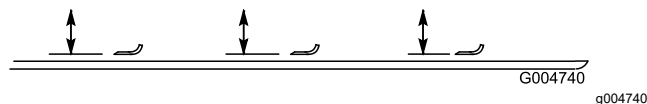

Рисунок 24
3. Поверните нож так, чтобы его концы были направлены вперед и назад, и измерьте расстояние между внутренней частью режущего блока и режущей кромкой в передней части ножа (Рисунок 24).